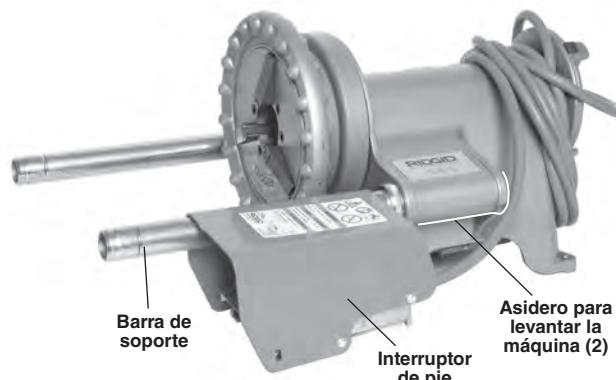

Figura 26 – La máquina sola, preparada para su transporte
1. Enrolle el cable de electricidad y deslice la cubierta del interruptor de pie por encima de una barra de soporte, como se muestra en la *Figura 26*.